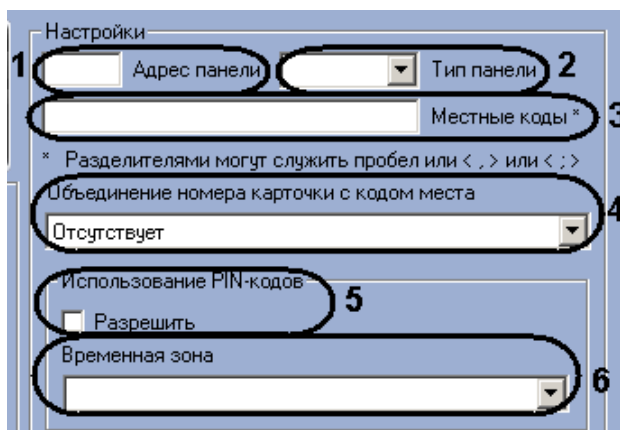

Рис. 3.3—2 Настройка контроллера
3. В поле **Местные коды** ввести используемые коды организации (facility-коды) (см. Рис. 3.3—2, 3).
4. Выбрать формат объединения кода карты доступа с кодом организации (facility-код) из соответствующего раскрывающегося списка (см. Рис. 3.3—2, 4).